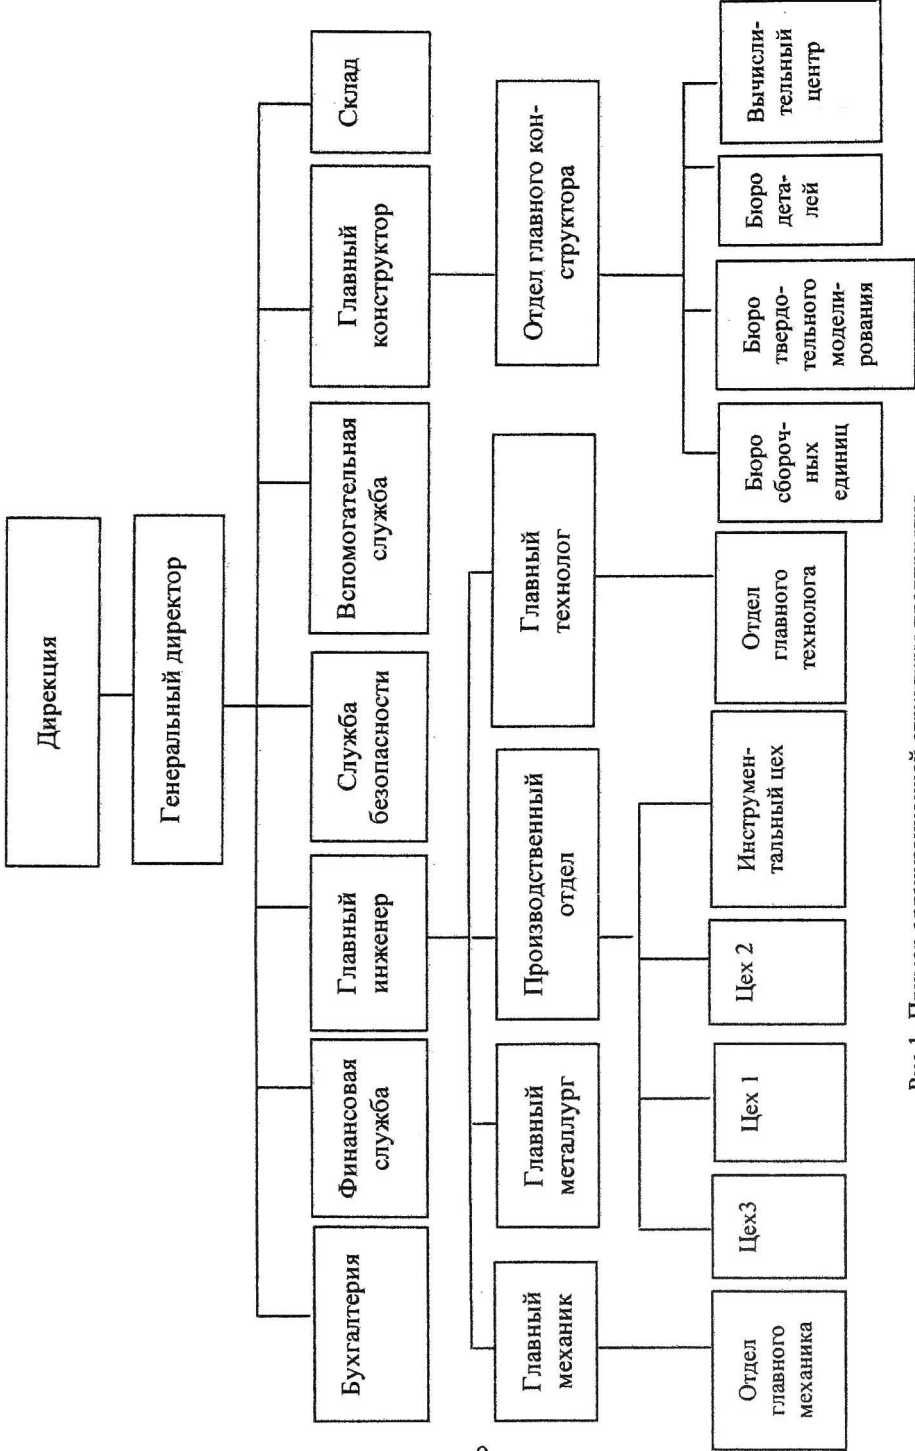

Рис.1- Пример организационной структуры предприятия
- перечень подразделений предприятия (рис. 1);